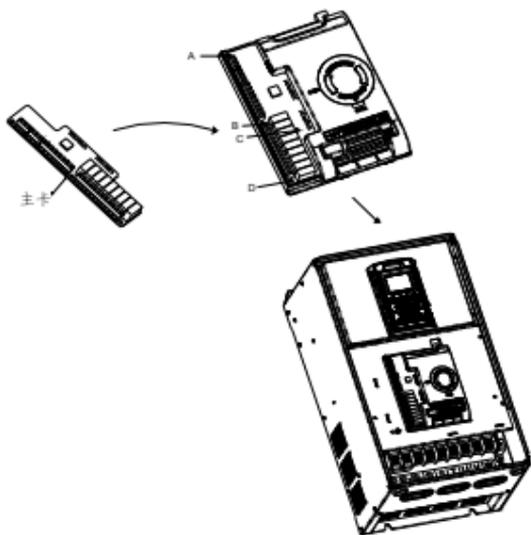

图 2 装配示意图
①直接将主卡插入卡位为 **card1** 所处卡座内,如下图 2 所示,按压插座部位直至扩展卡与主控板插座接触良好;
②当扩展卡插入卡座后在下图所示 A、D 处装配 M3 的组合螺钉。在下图所示 B、C 处装配 M3 自攻螺钉。